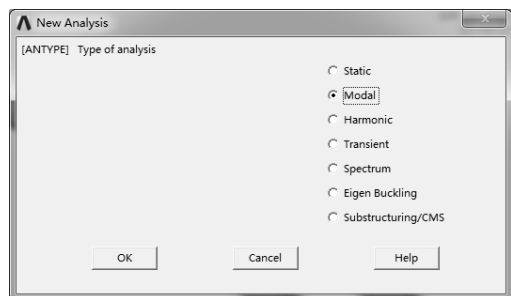

图 7-23 “New Analysis”对话框
1) 选择“Main Menu>Solution>Analysis Type>New Analysis”命令, 弹出“New Analysis”对话框, 选中“Modal”选项, 如图 7-23 所示。单击“OK”按钮确认。